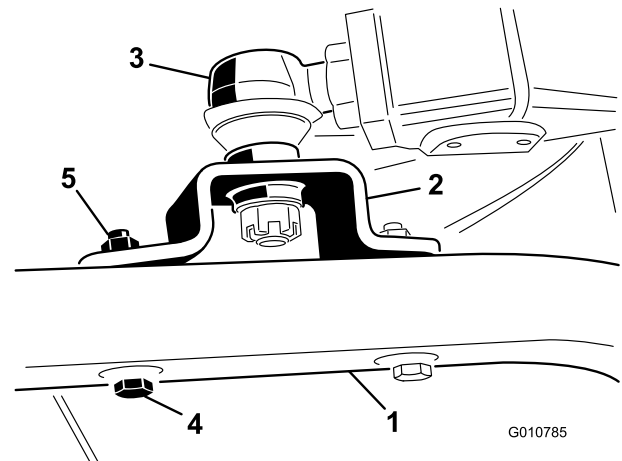

Figure 6
- Fixez les supports de rotules à chaque bras pivotant avec 2 vis (7/16 x 3") et écrous à embase (7/16") (Figure 6).
- Serrez le grand écrou de blocage qui fixe la rotule au bras de relevage (Figure 6).